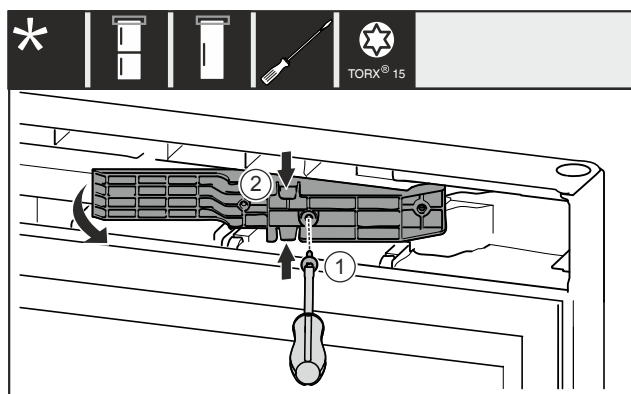

Fig. 14 *
- ▶ 移除螺栓 Fig. 14 (1)。*
- ▶ 将上方和下方适配件 Fig. 14 (2) 轻轻挤压在一起，然后向前拉出。*